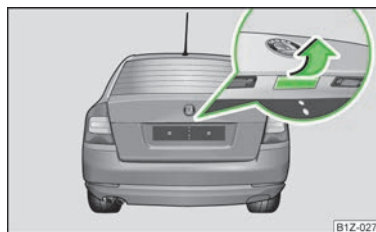

Fig. 16
► Apăsați pe mâner și ridicați capota portbagajului în sensul săgeții » fig. 16.